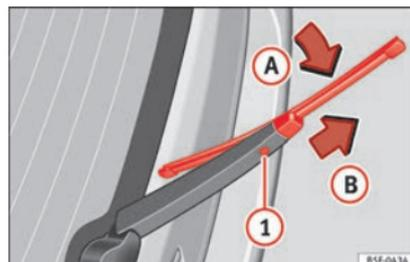

Fig. 79 Substituição da escova do vidro traseiro.
- Desloque a escova por cima até ao braço do limpa para-brisas »» **Fig. 79** (seta **A**).
- Mantenha pressionado o botão de desbloqueio »» **Fig. 79** **1** puxando pela escova no sentido da seta **B**. É provável que tenha de aplicar muita força.
- Introduza no braço limpa para-brisas uma escova nova **com o mesmo comprimento e características**, no sentido contrário à seta »» **Fig. 79** **B** até que encaixe. Para tal, a escova deve estar na posição recolhida (seta **A**).